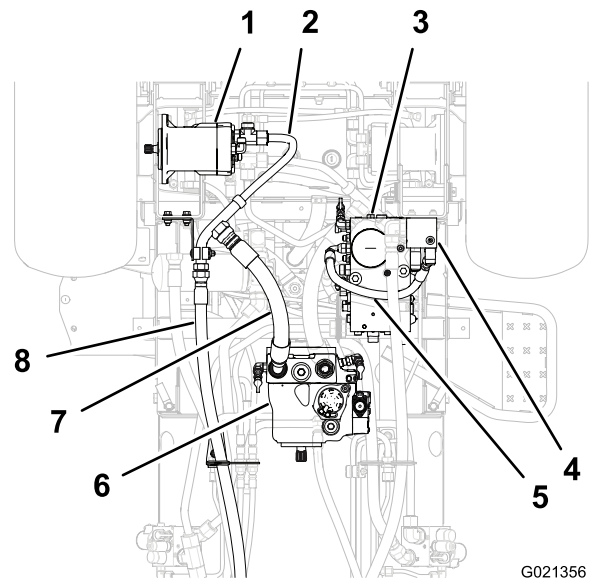

Figura 1
1. Alinhe um recipiente de escoamento com a extremidade dianteira da mangueira de pressão hidráulica (Figura 1).